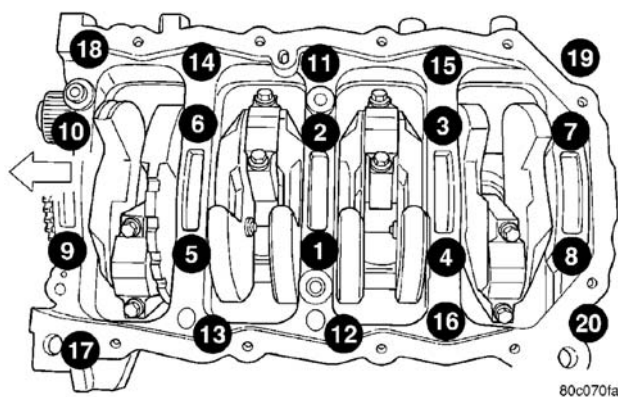

图 48 底板螺栓紧固顺序
(14) 从发动机气缸体上卸下所有的底板螺栓（图 48）。
(15) 用木槌轻轻敲击底板，使其从发动机体定位销上松动。